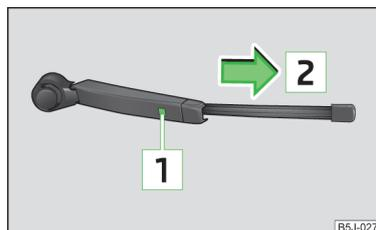

Fig. 52
- › Levantar el brazo de la escobilla separándolo del parabrisas » fig. 52.